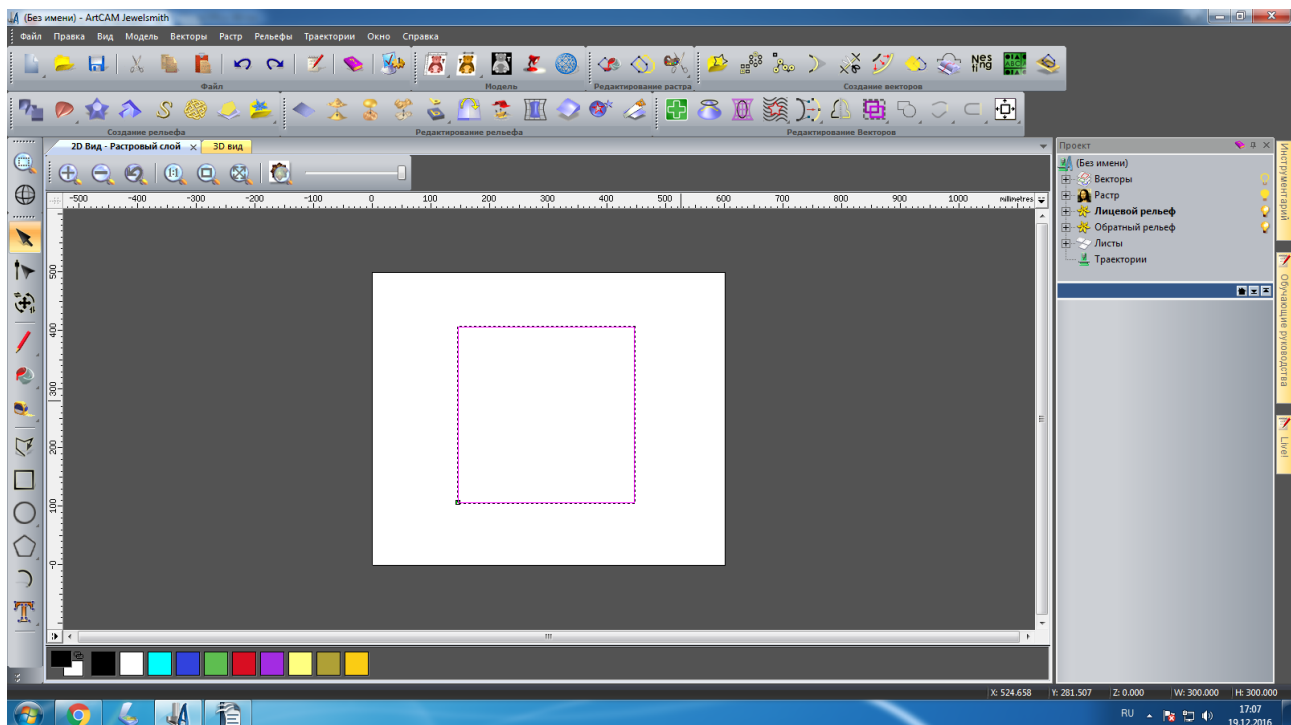

Рисунок 7. Фигура готова.
7. Щелкните левой кнопкой мыши в любой точки модели, кроме контрольных точек, чтобы создать форму обозначенную пунктирной линией, рисунок 7